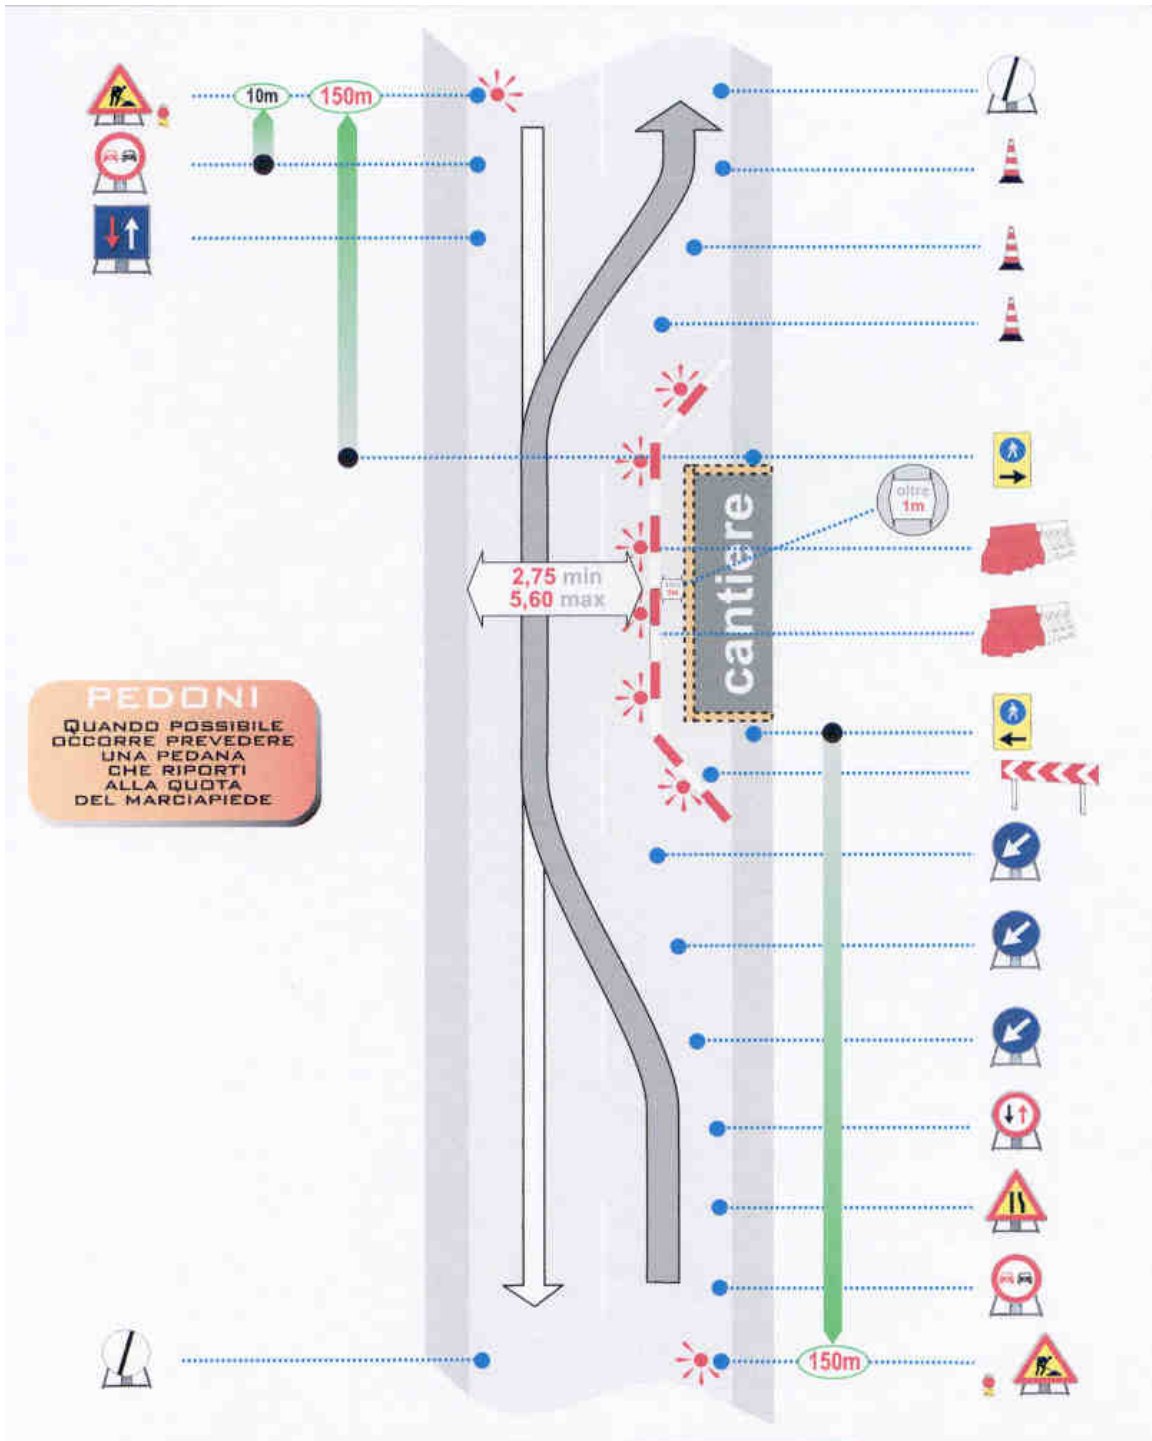

Figura 7b – Carreggiata libera minore di 5,60 m e larghezza corsia libera dai lavori maggiore di 2,75 m con passaggi protetti per pedoni. Figura operativa.
- Figura 7b Carreggiata libera minore di 5,60 m e larghezza corsia libera dai lavori maggiore di 2,75 m con passaggi protetti per pedoni. Figura operativa.